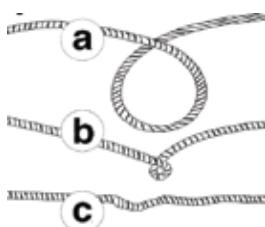

Рисунок 11
5. ПРЕДУПРЕЖДАЙТЕ ПЕРЕКРУЧИВАНИЕ ТРОСА (Рис. 11)